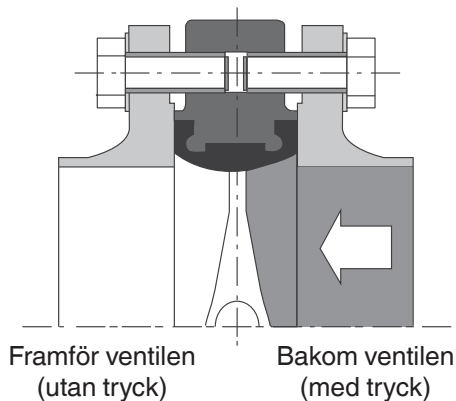

Bild 5: Första monteringssteget
3. Lossa alla skruvarna på baksidan av ventilen korsvis (se bild 5–7).